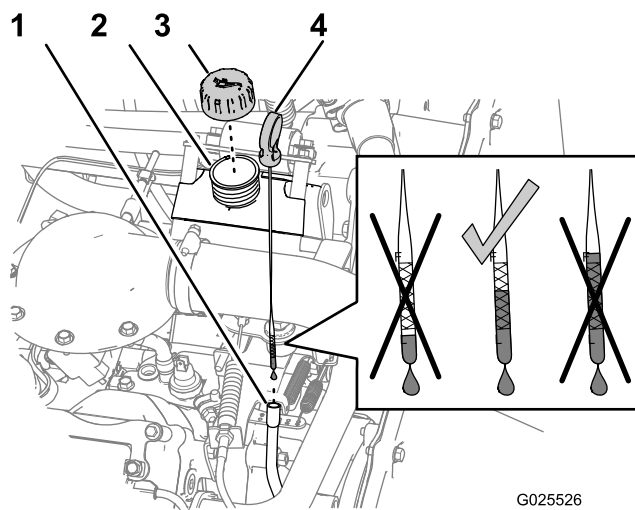

Figura 21
1. Retire la varilla (Figura 21) y límpiela con un paño limpio.
3. Retire la varilla y compruebe el nivel de aceite (Figura 21).
4. Si el nivel de aceite es bajo, retire el tapón de llenado (Figura 21) y añada suficiente aceite para elevar el nivel a la marca Full (lleno) de la varilla.
5. Instale el tapón de llenado en el cuello de llenado (Figura 21).
6. Instale la varilla firmemente en el alojamiento de la varilla (Figura 21).